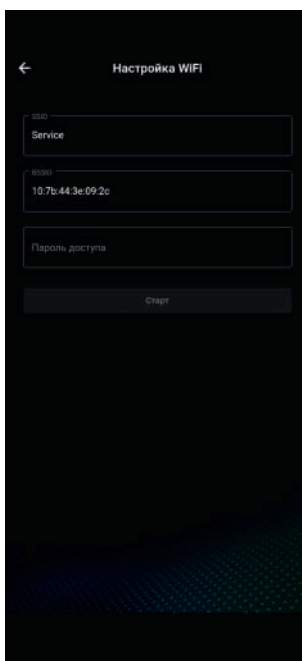

Рис. 4
- 6) Если вы подключены к сети, то будут выведены ее данные (Рисунок 4)